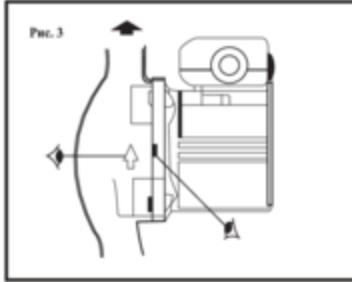

Рис. 3
- Стрелка на торце мотора указывает направление потока [рис. 3].